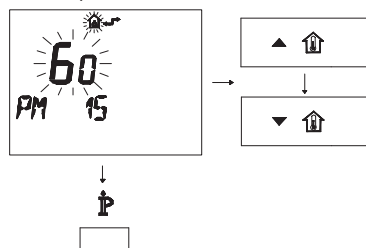

Figura 5.27
- Modificare il SET programmato agendo sui pulsanti ▲ o ▼ fino a visualizzare un set di 60, aspettare che il numero programmato cominci a lampeggiare (Figura 5.27).